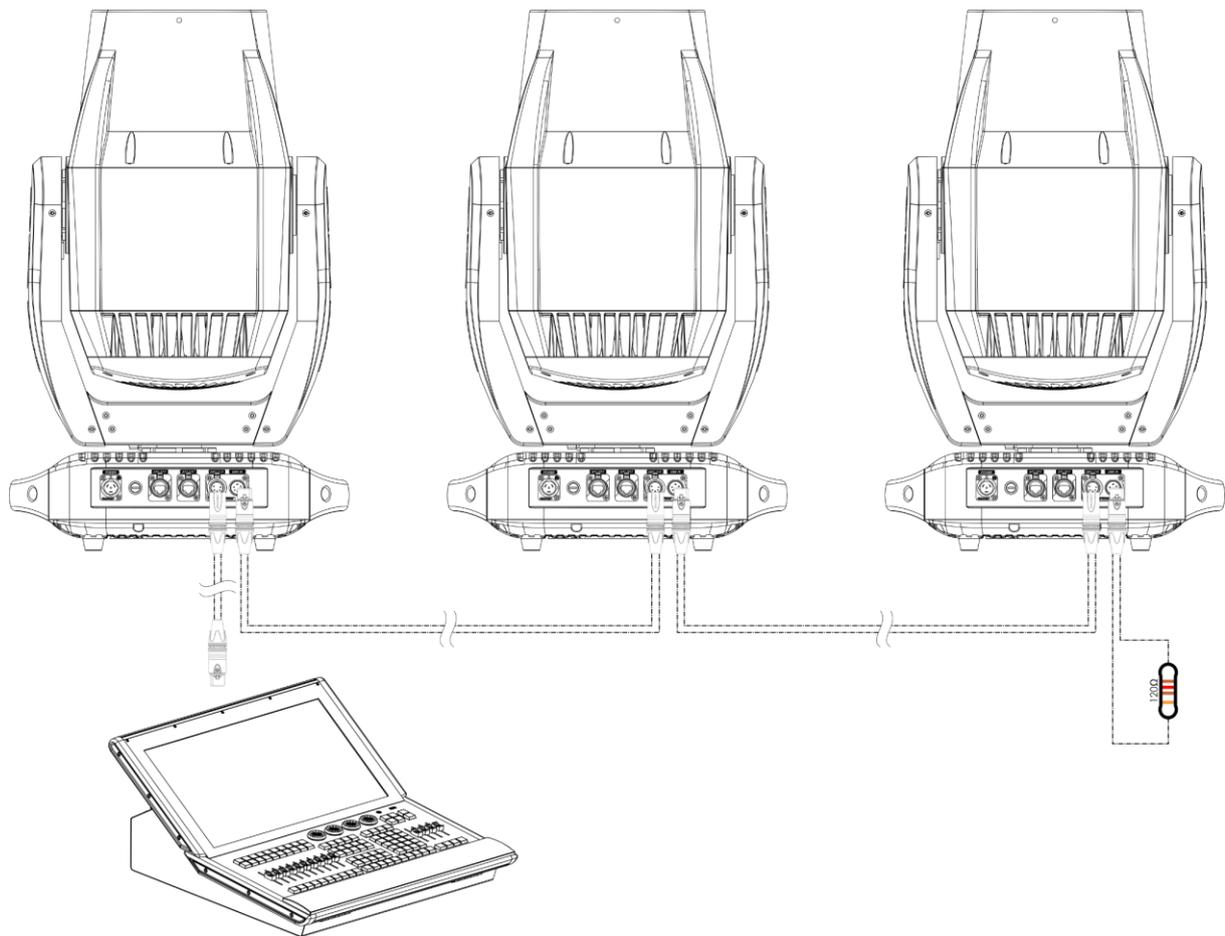

Abb. 08
- 04) Verbinden Sie die Geräte wie in Abb. 08. Schließen Sie einen Lichtcontroller mit einem DMX-Kabel an den Eingang des ersten Geräts. Schließen Sie den Ausgang des ersten Geräts mit einem DMX-Kabel an den Eingang des zweiten Geräts an. Wiederholen Sie diesen Vorgang, um die restlichen Geräte anzuschließen.